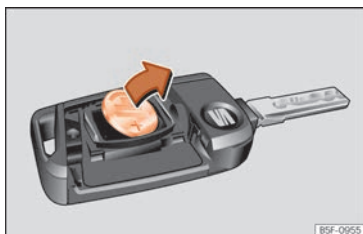

Fig. 89 Chiave del veicolo: estrarre la batteria.
- Estrarre la batteria dal vano con un oggetto fino adatto » » fig. 89.
- Collocare la nuova batteria come illustrato » » fig. 89 e inserirla nel vano batteria nella direzione contraria a quella indicata dalla freccia » » ❷.